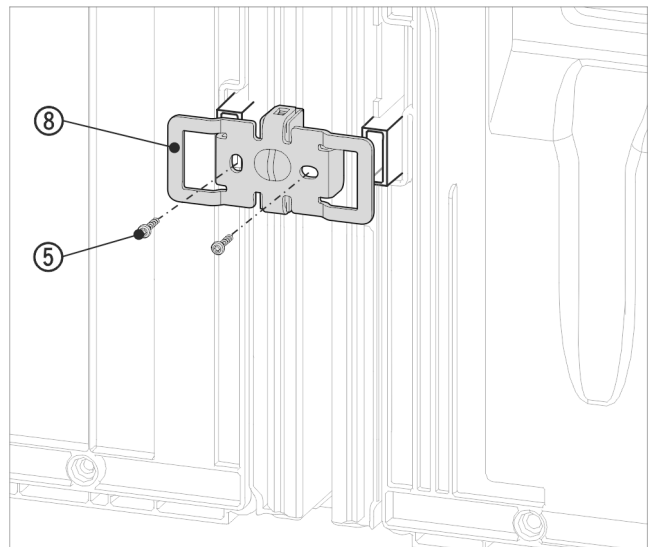

Fig. 19 Shembull ilustrues
- ▶ Shtyni sërish profilin Fig. 19 (8) me pjesët e prera mbi folenë për ruajtësin e distancës nga muri.
- ▶ Mbërthejeni atë fort me 2 vidat Fig. 19 (5).